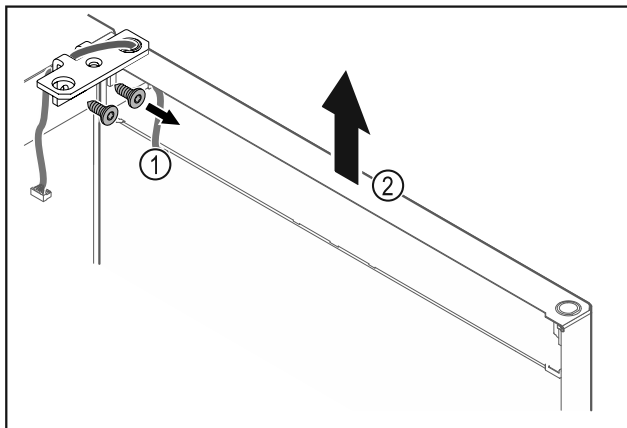

Fig. 19
- Scharnierhoek Fig. 19 (1) losschroeven.
- Deur inclusief scharnierhoek Fig. 19 (2) circa 200 mm recht omhoogtillen en verwijderen.